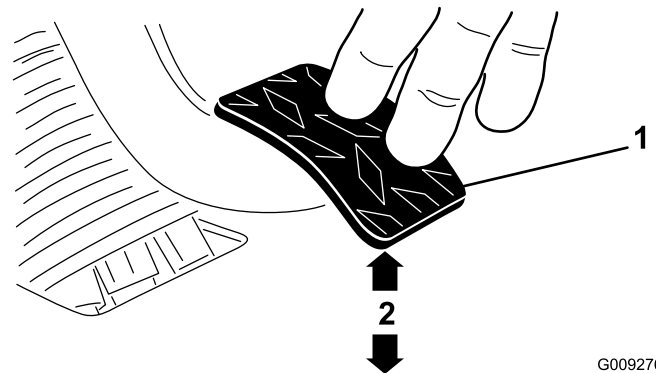

Bild 70
3. Stellen Sie die Klemmmuttern oder das Kugelgelenk ein, bis sich die untere hintere Kante des Kupplungspedals 9,5 cm \pm 3 cm von der Oberseite des Bodenplattensternmusters befindet, wenn Sie eine Kraft von 1,8 kg auf das Pedal aufbringen (Bild 70).